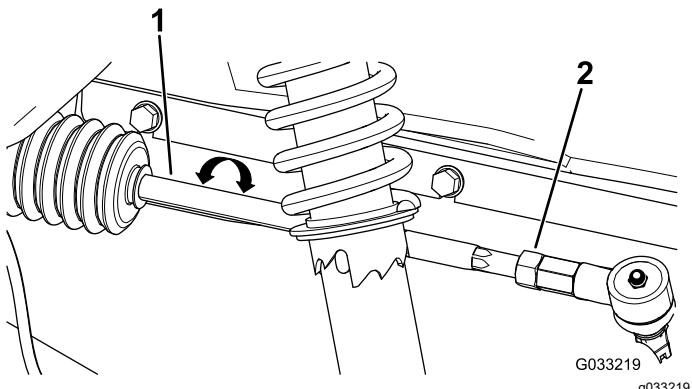

Figura 45
- Si la distancia no es de 0 a 6 mm (0 a $\frac{1}{4}$ "), afloje las contratuerca en el extremo exterior de las bielas (Figura 45).